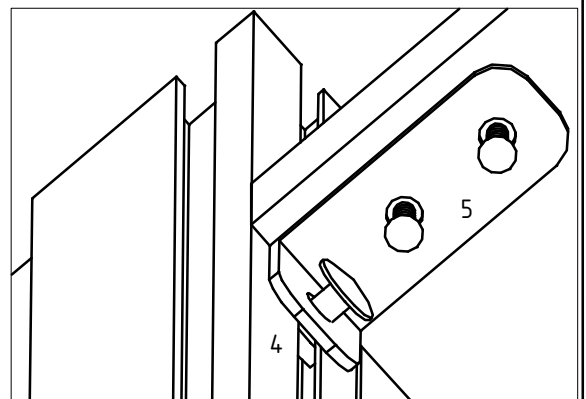

Рис. 5
3.1. Прикрепить уголки комплекта крепежа "Модуль-стол" (5) к столешницам саморезами 3,5х16, а к боковым профилям модуля (1) фиксатором М5 (4) с винтом М5х10 (рис. 5).